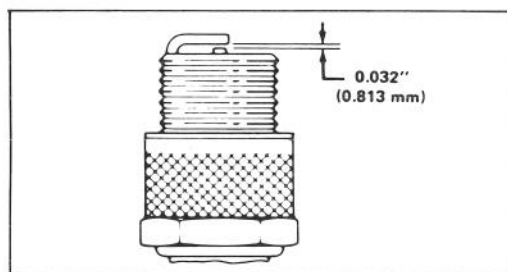

Figure 16
3. Réglez l'écartement des électrodes à 0.032" (0.813 mm) (Fig. 16). Installez la bougie réglée avec son joint. Serrez-la à 15 ft-lb. (20.4 N-m).